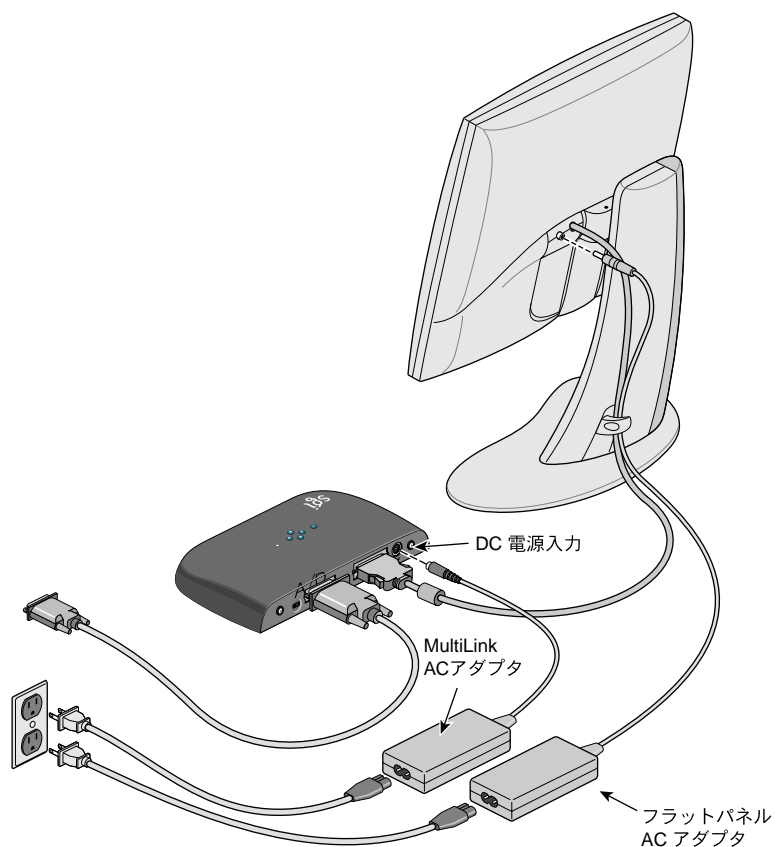

図 1-3 電源接続
5. DC電源ケーブルを使用して、付属品のMultiLink ACアダプタとSilicon Graphics MultiLink背面のDC入力電源コネクタを接続します (5 ページの図 1-3)。『Silicon Graphics 1600SW オナーズガイド』の説明に従って、フラットパネルのDC電源ケーブルをACアダプタに接続します。
6. AC 電源コードの一方の端を MultiLink の AC アダプタに接続し、反対側の端をアース付きの壁面電源コンセントまたは電源コードに接続します。図 1-3 には、米国仕様の AC アダプタおよび電源コードが示されています。ご使用の地域によって、電源コードは異なる可能性があります。同じ手順で、フラットパネルの AC アダプタをフラットパネルディスプレイに接続します。